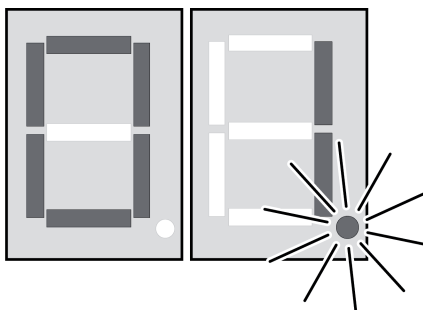

Bild 5: Zuordnungsmodus
- Beide Tasten ▲ und ▼ (12) ca. 5 Sekunden betätigen. In der Anzeige leuchtet zusätzlich der rechte Dezimalpunkt (Bild 5).
In der Anzeige leuchtet zusätzlich der rechte Dezimalpunkt (Bild 5).